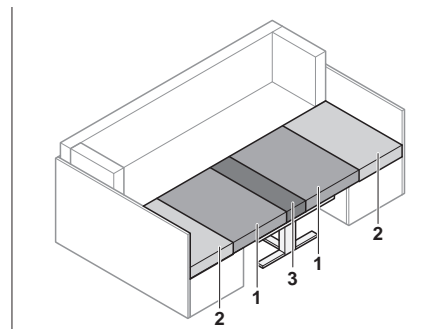

Bild 74 Efter ombyggnaden
- Ta bort ryggdynan (Bild 74,2).
- Drag sittdynorna (Bild 74,1) till mitten.
- Skjut in ryggdynorna (Bild 74,2) mellan sittdynorna (Bild 74,1) och ytterväggen.
- Lägg extradynan (Bild 74,3) mellan sittdynorna (Bild 74,1) på bordet.